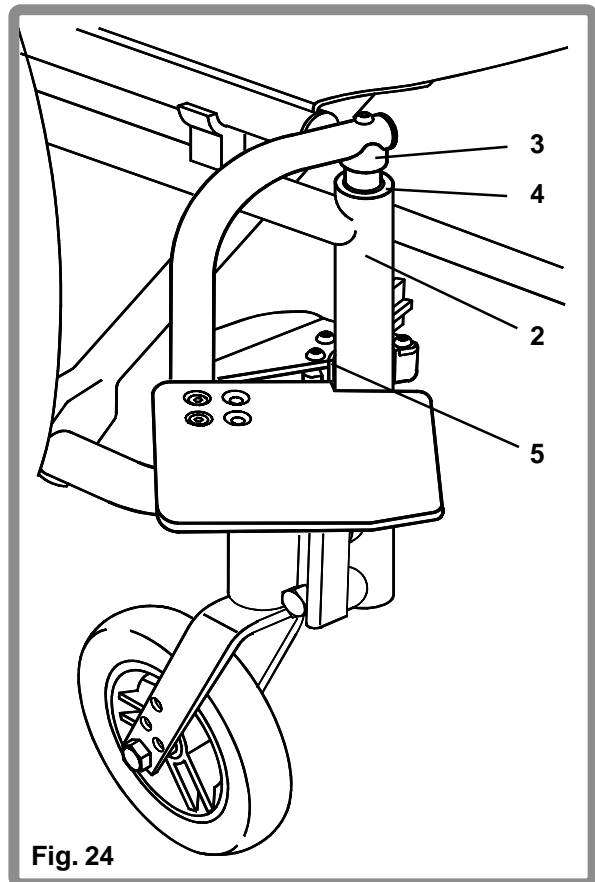

Fig. 24
Voor het terugplaatsen van de beensteun (Fig. 24), plaatst u de bovenste scharnierpen (3) in de geleider (4) aan het frame (2) met de beensteun naar de buitenzijde van het frame. Draai de beensteun naar binnen totdat deze in positie op de vergrendelpen (5) vergrendelt.